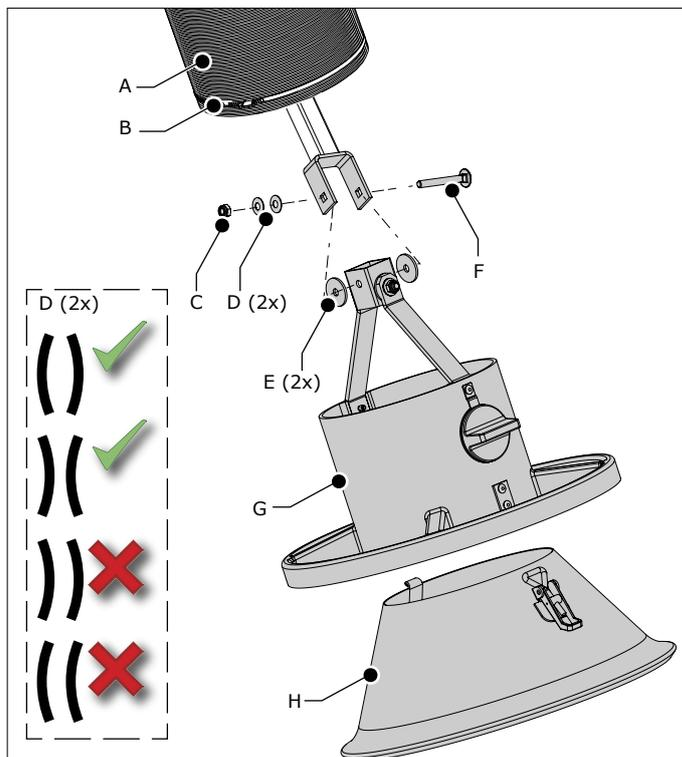

Fig. 4.3 Montage de la buse(bras tuyau)
*Bras tuyau (Economy Arm) : voir Fig. 4.3*